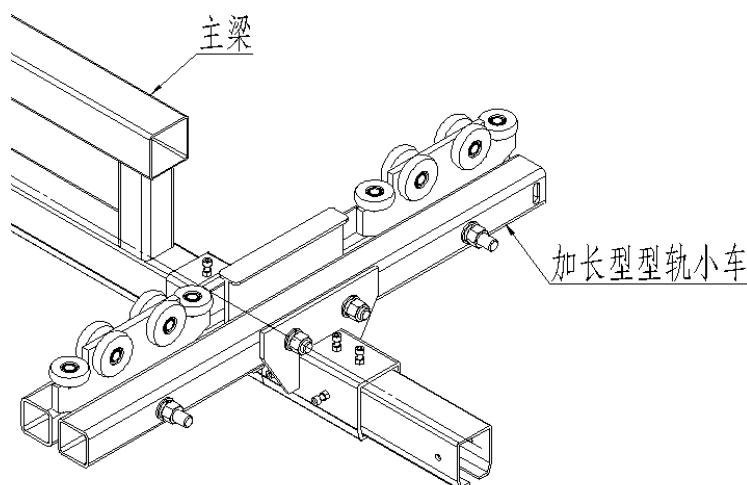

图 5E
5.12 将承重板放置在型轨小车的两个方管之间并穿入螺栓（图 5E）。
5.16 将一个型轨小车滑套在主梁的电源供给端（请参考总装图，确定型轨小车的位置。型轨小车的套管与主梁上第一个垂直构件的距离为 50mm），并紧固到位（如图 5E）。